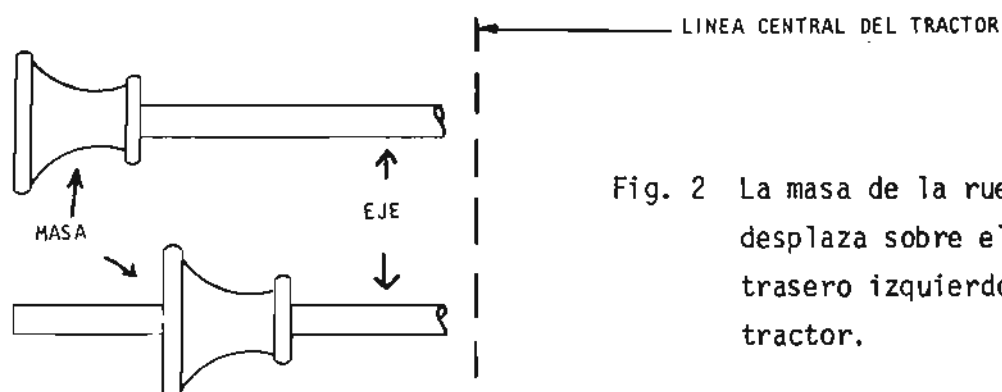

Fig. 2 La masa de la rueda se desplaza sobre el eje trasero izquierdo del tractor.
- por deslizamiento sobre el eje (fig. 2).